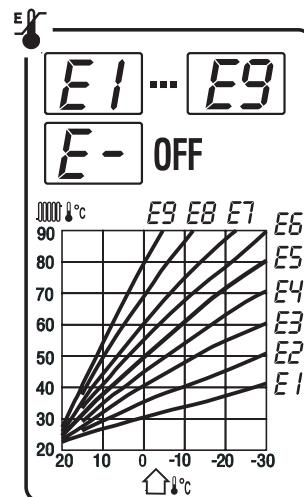

рис. 2
Нажмите кнопку **MODE** – на дисплее появится буква E с параметром от (-) до (9). Выбор погодной характеристики производится с помощью кнопок **- +**. Крутизна характеристики возрастает с увеличением установленного числа ($E1 < E9$), см. рис. 2.